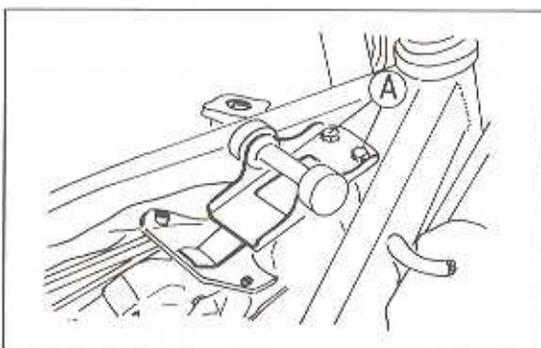

Bild 93
- Die Anschlussstutzen abschrauben (Bild 93).